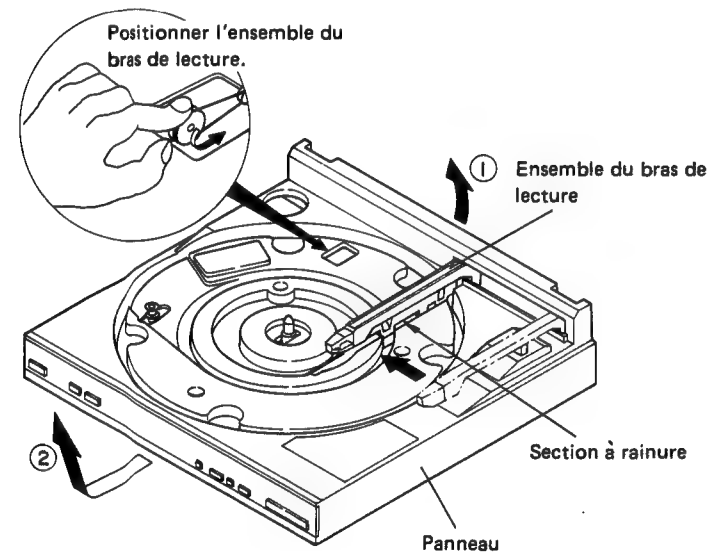

Fig. 11-1 Dépose de panneau
- 3. Placer le bras de lecture juste au-dessus de la section à rainure pour la dépose du panneau, soit manuellement, soit en utilisant le commutateur de positionnement du bras (▶▶) (se référer à la figure 11-1).
- 4. Après avoir déposé les 8 vis de fixation ❶, soulever la section arrière de l'ensemble du panneau, déposer l'ensemble du bras de lecture de la section à rainure, puis l'ensemble du panneau en le soulevant vers le haut et en le tirant en avant.